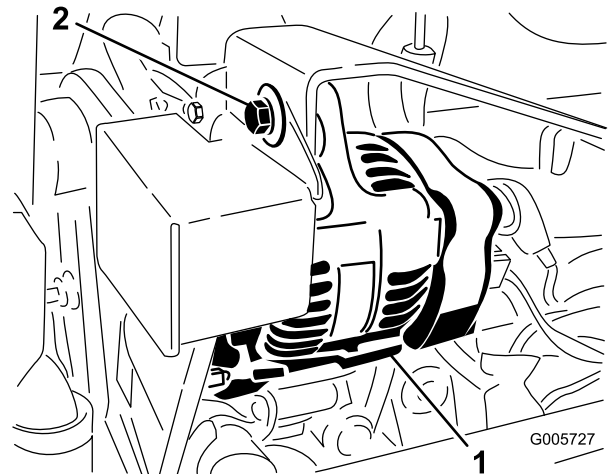

Bild 65
2. Bei einer einwandfreien Spannung lässt sich der Riemen 10 mm durchbiegen, wenn eine Kraft von 44 N auf halbem Weg zwischen den Riemenscheiben angesetzt wird (Bild 65).